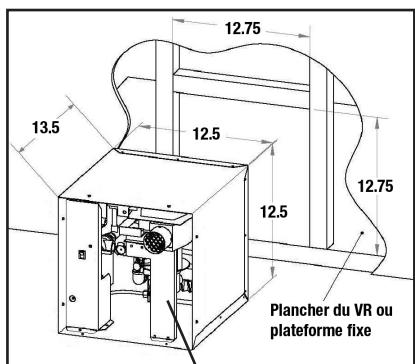

Figure 1
- NE PAS soulever le chauffe-eau ni le transporter par la ferrure de soutien/tuyau d'échappement de la soufflerie (Figure 1).
S'assurer que le rebord avant de l'ouverture est entouré d'un cadre solide pour bien ancrer le chauffe-eau; au besoin, construire un cadre approprié à l'aide de planches 2 x 2 (Figure 1). L'ouverture inachevée pour le modèle GSWH-1 doit mesurer 12,75 po x 12,75 po (33,4 cm x 33,4 cm) avec des angles droits. L'ouverture du mur extérieur doit avoir les mêmes dimensions sans coins arrondis.
- Le fait de soulever ou de déplacer le chauffe-eau à l'aide de la ferrure de soutien/tuyau d'échappement de la soufflerie (Figure 1) peut causer le désalignement de l'évent ou de l'interrupteur à battant.